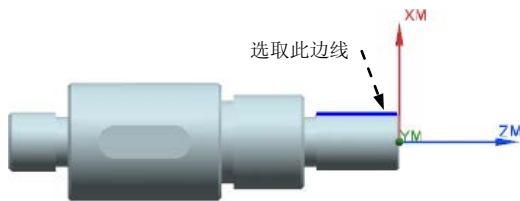

图 9.28 定义起始线
Step1. 选取螺纹起始线。单击“外侧螺纹加工”对话框的 * Select Crest Line (0) 区域, 在模型上选取图 9.28 所示的边线。